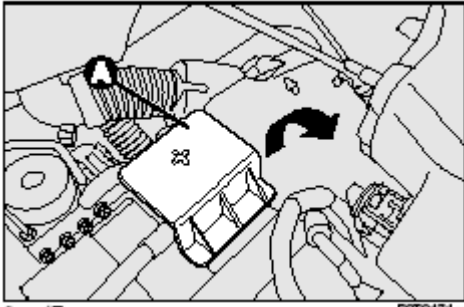

рис. 47
- Снять крышку **А** – рис. 47 защиты положительного полюса аккумуляторной батареи, приподняв ее вверх;